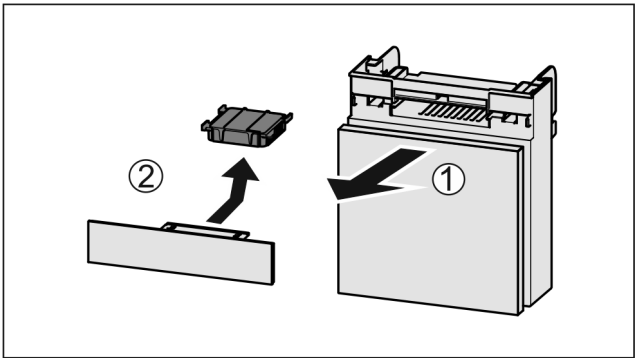

Fig. 80
► 向前拉出 Fig. 80 (1) 抽屉。
► 取出 Fig. 80 (2) 活性炭过滤器。